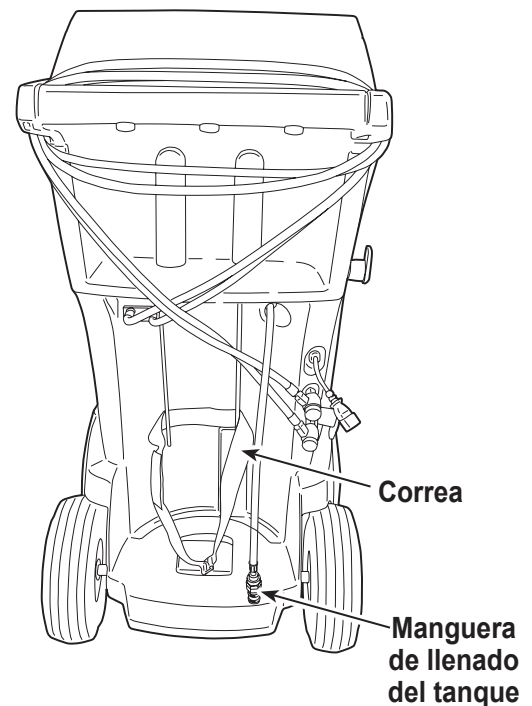

Figura 3
2. Utilice la correa que se muestra en la Figura 3 para asegurar el tanque en el lugar, teniendo cuidado de no bloquear el flujo de aire de las ventilaciones en el lado inferior derecho.